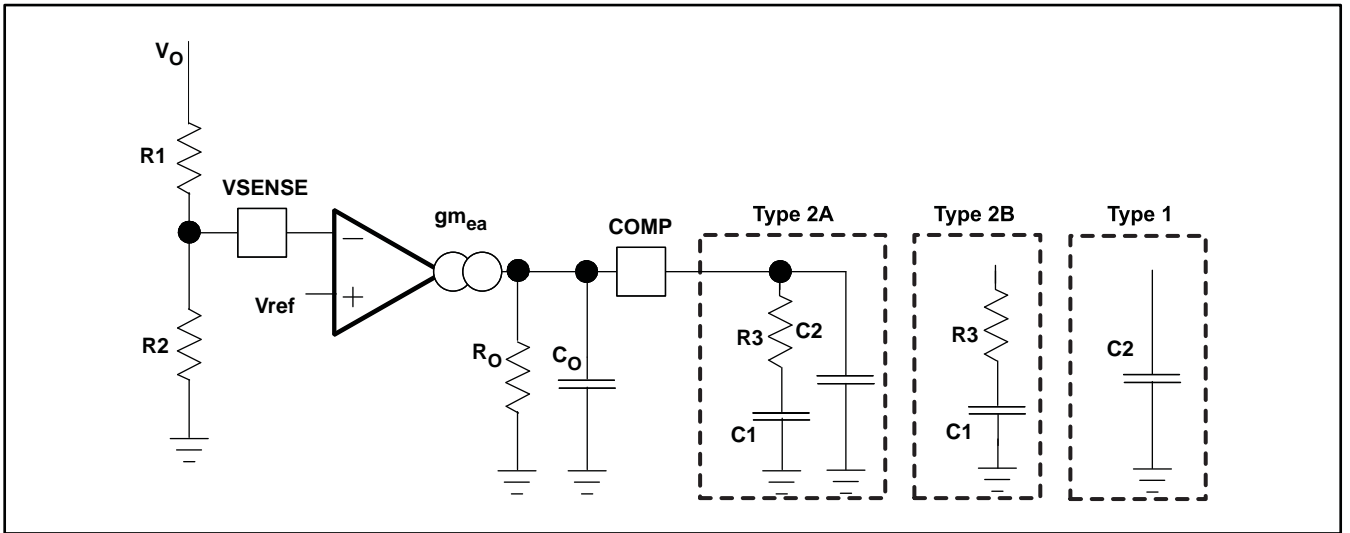

図 49. 周波数補償の種類
TPS54160Aでは、誤差増幅器にトランスコンダクタンス・アンプを使用し、一般的に使用される周波数補償回路のうち3つを標準でサポートしています。タイプ2A、タイプ2B、およびタイプ1の補償回路を図49に示します。タイプ2の回路は、低ESRの出力コンデンサを使用した高帯域電源設計で実装されるのが最も一般的です。タイプ1の回路は、高ESRのアルミ電解コンデンサまたはタンタル・コンデンサを使用した電源設計で用いられます。式 (18) および式 (19) は、増幅器の周波数応答を図49の小信号モデルにどのように関連付けるかを示しています。開ループ・ゲインおよび帯域幅は、図49の R_O および C_O を使用してモデル化されます。低ESRの出力コンデンサとともにタイプ2A回路を使用した設計例については、「アプリケーション情報」を参照してください。